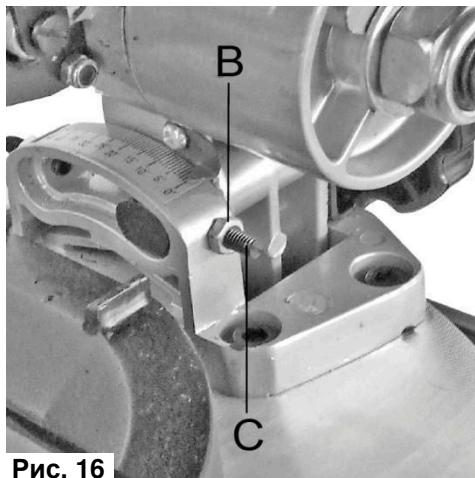

Рис. 16
- Ослабьте стопорную гайку (B) регулировочного болта (C)(См. Рис.16).
- Используя угольник (A), установите угол 90° пильного диска (5) относительно поворотного стола (8), вращением гайки (B) отрегулируйте верное положение допуска.
- Руководствуйтесь показаниями указателя и шкалы наклона пилы. Зафиксируйте стопорную гайку (B)(См. Рис.16).